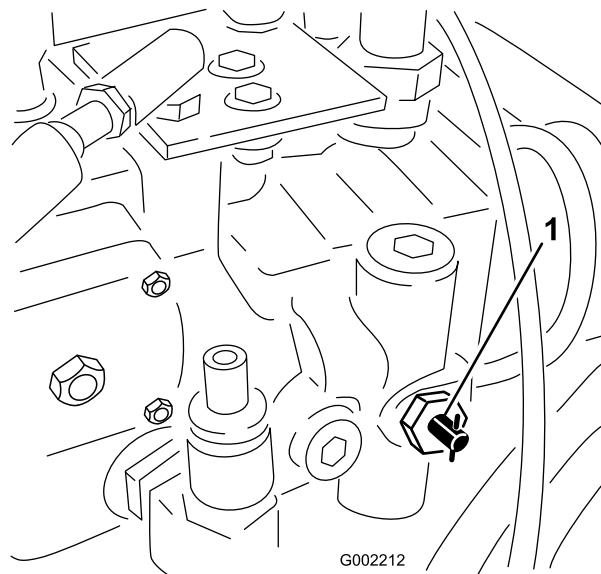

Bild 25
1. Drehen Sie das Abschleppventil (Bild 25) um 90° in eine Richtung, um es zu öffnen.